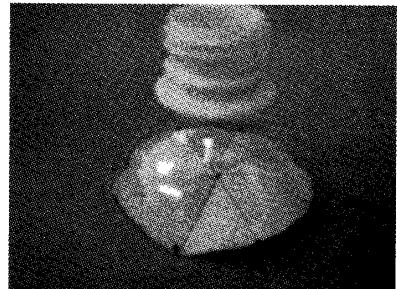

図 8. 印をつける
- (10) 図 8 に示すように、印をつけた円の上に、さきほど切り取ったペットボトルを置き、8 等分した跡の上にあるペットボトルの部分にマジックで印を入れる。
- (11) さきほどはずしておいたキャップの中央に穴を開ける。(6)で示したと同じ方法で紙の上にキャップを置き、鉛筆等を使用して、輪郭を描く。
- (12) 紙から円を切り出す。
- (13) 切り出した円を 4 等分し、広げて跡の交差した中央に印をつけ、千枚通して穴を開ける。